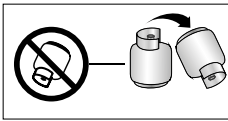

Figura 31.
- Cuando el cilindro de gas se agota, no lo invierta tratando de obtener un poco más de gas, porque en el fondo se van sedimentando suciedades, solventes con arena, que al pasar a las válvulas las rayan quitándoles la grasa lubricante, dando lugar a escapes posteriores (**Ver figura 31**).